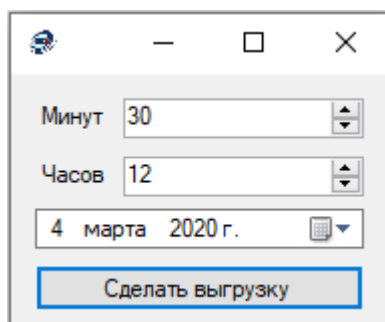

Рисунок 4 – Окно выбора даты и времени
- Создать Excel документ со значениями температур, измеренными в заданный момент времени, при этом будет вызвано дополнительное окно для ввода даты и времени (Рисунок 4). В силу того, что период опроса является довольно большим промежутком времени, то может оказаться так, что в базе данных нет записей, соответствующих выбранному моменту времени. Поэтому в Excel документ будут записаны значения температур, снятых в момент времени наиболее близкий к указанному, но ранее него.